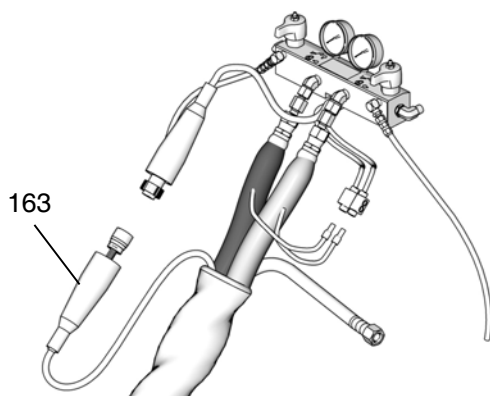

**FIG. 71: Caja de conexiones eléctricas de la manguera calefactada**
2. Retire la tapa (71). Vea la FIG. 71.
3. Desconecte los cables del sistema (139) del dosificador.
4. Desconecte los cables de la manguera del bloque de terminales (AS).